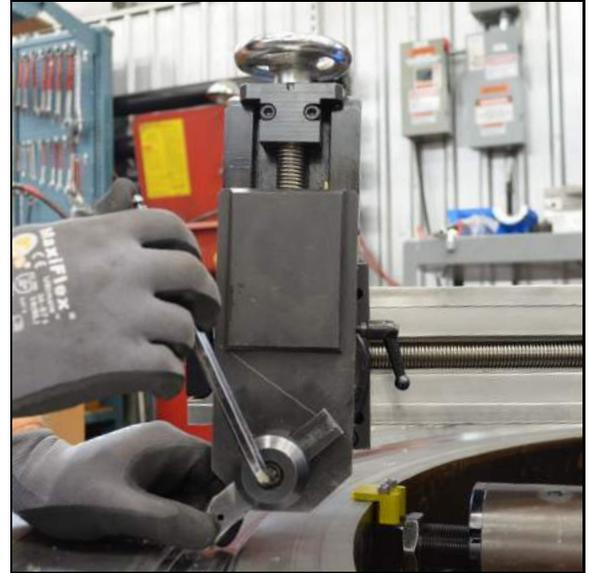

FIGURA 3-7. INSTALACIÓN DE UN ÚTIL DE HERRAMIENTA
7. Instale un útil de herramienta (Figura 3-7).